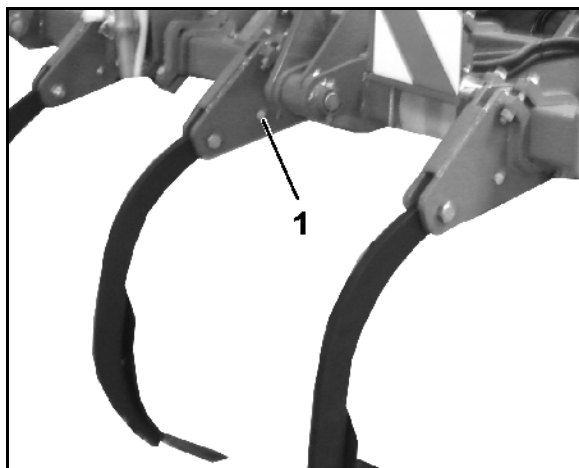

Bild 27
- Efter avklippning av brytbultarna (Bild 27/1) på grund av överlast montera nya (M12x90 8.8) brytbultar.